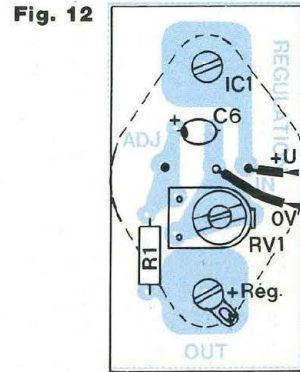

Fig. 12
Un tout petit module dont le plan de câblage fait l'objet de la figure 12. Notons que le régulateur IC1 ne fait pas partie directement du module puisqu'il est fixé contre le coffret (A), à l'extérieur. Comme pour les autres boîtiers TO3, il est également isolé par une semelle mica et des canons pour visserie de 3 mm. La visserie doit, précisons-le, pénétrer dans le coffret.
Souder le 0 V et le +U en sortie du fusible F1 au module de régulation (voir figure 12).